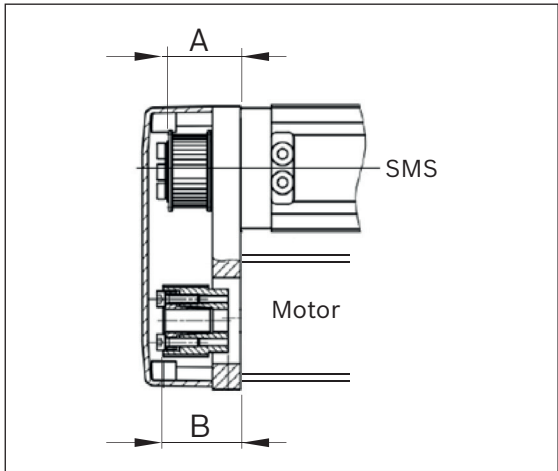

Fig. 13: Maße A / B
- ▶ Grundplatte (1) des Riemenvorgeleges mit Schrauben (6) am SMS anschrauben
1. Riemenrad (4) (gegebenfalls mit Spannsatz), aufgelegter Riemen (5) auf den Spindelzapfen (10) des SMS vormontieren.
2. Abstand A ➡ Fig. 13 und Tabelle 6 einstellen und Riemenrad mit Schrauben (12) oder mit Spannsatz befestigen.